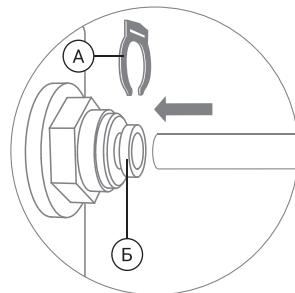

Рис. 3
1. Отсоедините стопорную клипсу (А), затем вставьте до упора в фитинг трубку, продев ее через цанговое кольцо (Б). Для герметизации соединения приложите дополнительное усилие, при этом трубка утопится еще примерно на 3 мм и будет плотно обжата резиновым кольцом (рис. 3).